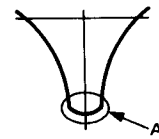

Fig. 12
Augmentez le niveau du générateur de balayage et vérifiez que le parcours en point (A) est aussi plat que possible comme indiqué en fig. 12.